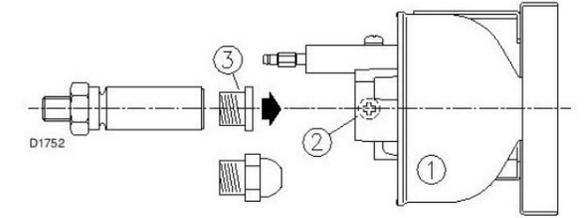

Fig. 12
- Desserrer la vis 2)(Fig. 12) et ôter l'ensemble stabilisateur de flamme 1), enlever les bouchons en plastique 3) et monter les gicleurs: ne pas utiliser de produits d'étanchéité: joints, ruban ou silicone.